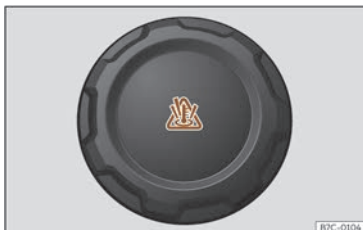

Fig. 186 Vano anteriore: tappo del serbatoio di compensazione del liquido di raffreddamento.
- Il serbatoio di espansione del liquido di raffreddamento del motore si riconosce dal simbolo che c'è sul tappo  >>> **fig. 186**